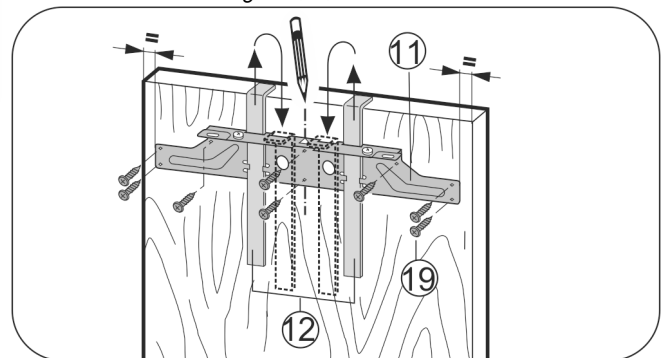

Fig. 18
- ▶ Enganche el travesaño de fijación Fig. 18 (11) con las ayudas de montaje Fig. 18 (12) en la cara interior de la puerta del mueble.
- ▶ Alinee el travesaño de fijación Fig. 18 (11) centrado en la puerta.
- ▶ Atornille el travesaño de fijación Fig. 18 (11) con 6 tornillos Fig. 18 (19) como mínimo.
- ▶ Atornille el travesaño de fijación Fig. 18 (11) con 4 tornillos Fig. 18 (19) en el borde.
- ▶ Extraiga las ayudas de montaje Fig. 18 (12) hacia arriba e introdúzcalas invertidas en los orificios de alojamiento adyacentes.